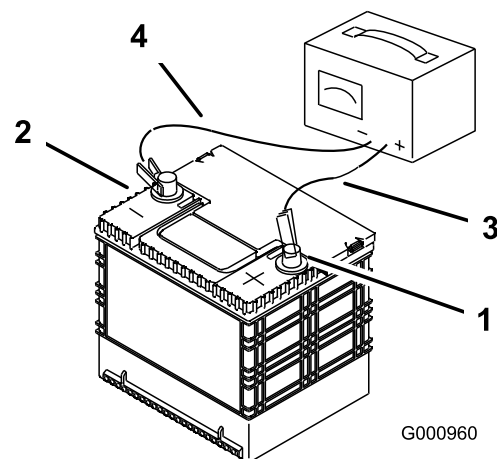

Figura 75
2. Cuando la batería esté completamente cargada, desconecte el cargador de la toma de electricidad, luego desconecte los cables del cargador de los bornes de la batería (Figura 75).